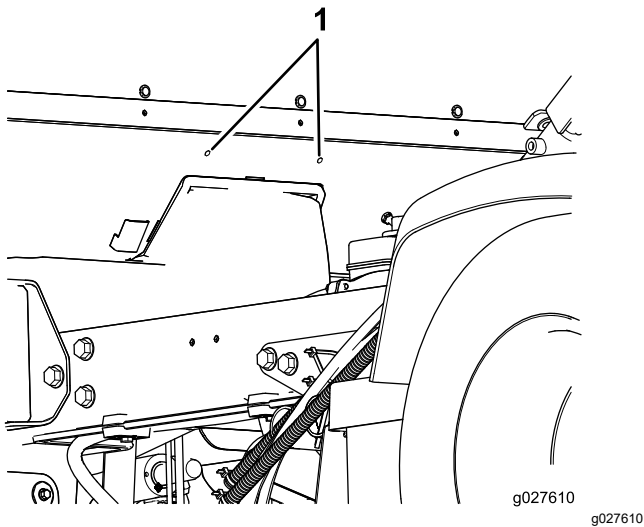

Figuur 15
1. Monteer de sproeiervloeistoftank op de beugelbevestiging voor het sproeierreservoir; gebruik hierbij 2 slotbouten ( $\frac{5}{16}$ " x  $\frac{3}{4}$ ") en 2 borgmoeren ( $\frac{5}{16}$ ") zoals afgebeeld op Figuur 15.